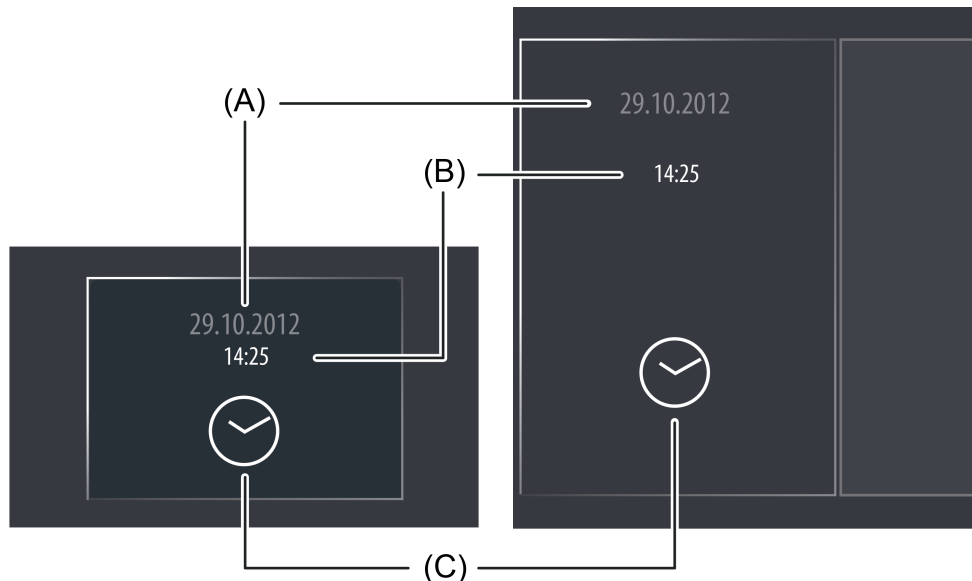

Bild 44: Beispiel für ein Anzeigeelement der Funktion "Datum / Uhrzeit"
Der Anzeigebereich enthält verschiedene Darstellungselemente (Bild 44), die durch Parameter beeinflusst werden. Die Anzeige des Datums (A) kann oberhalb oder unterhalb der Uhrzeit (B) erfolgen. Dies legt der Parameter "Datum Zeit Format" fest. Optional kann auch nur das Datum oder nur die Uhrzeit zur Anzeige gebracht werden. Die Parameter "Anzeigeformat Datum" und "Anzeigeformat Uhrzeit" definieren die Formatierung der Darstellungselemente und erlauben die Anpassung der Datums- und Zeitanzeige an internationale Systeme. Im unteren Anzeigebereich wird statisch ein Uhrensymbol (C) eingeblendet.